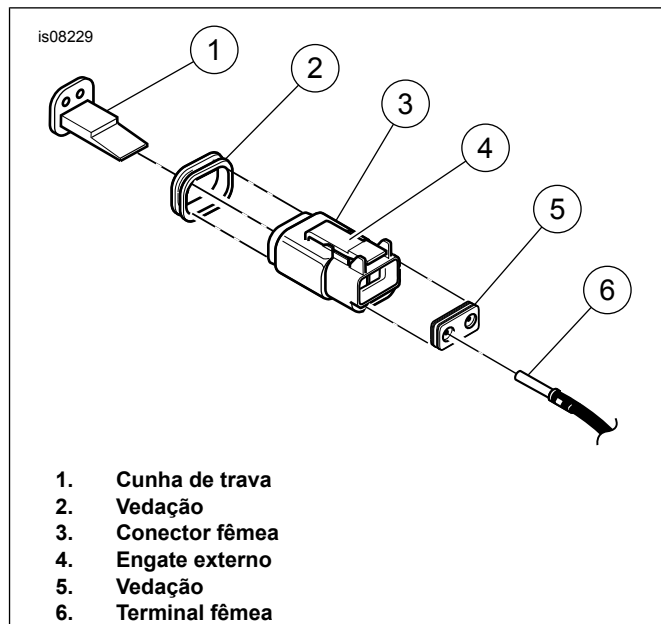

Figura 2. Conector elétrico do pisca traseiro
Veja Figura 2. Os modelos anos 1994 e 1995 têm um conector Deutsch localizado sob o assento.
2. Veja Figura 2. Nos modelos anos 1994 e 1995, siga o fios do pisca traseiro até o conector localizado sob o assento. Separe as metades do soquete dos conectores dos piscas traseiros pressionando a trava externa de cada conector e balançando a metade do soquete para frente e para trás até que ele se solte. Deixe as metades do pino dos conectores fixadas na estrutura. Remova cada cunha de travamento secundária laranja do conector inserindo uma pequena chave de fenda na ranhura da cunha de travamento. Gire a chave de fenda 90° para retirar a cunha. Puxe com cuidado os fios de cada conector liberando as pequenas linguetas de encaixe de dentro do conector usando uma pequena chave de fenda.